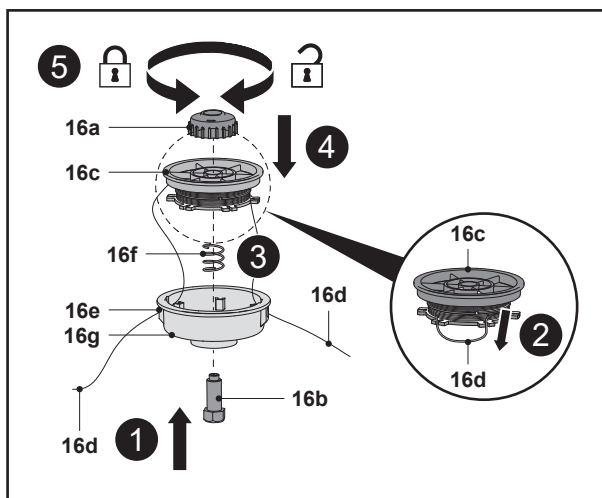

Fig. 28
8. Introdu de jos șurubul de blocare (16b) astfel încât să treacă prin orificiul din carcasa (16g) și arc (16f) și ține-le în poziție (Fig. 28, pasul 1).
10. Eliberează firul de tăiere (16d) din creștături și ține-l în poziție. Nu lăsa firul de tăiere (16d) să iasă din bobină (16c) (Fig. 28, pasul 2).
11. Dirijează capătul firului de tăiere prin orificiul (16e) de pe carcasă (16g) (Fig. 28, pasul 3).
13. Introdu bobina de tăiere (16c) în carcasă (16g) (Fig. 28, pasul 4).
15. Apasă în jos bobina de tăiere (16c) pe arc (16f) și fixează butonul de eliberare (16a) pe capul de tăiere (16) cu mâna (Fig. 28, pasul 5).